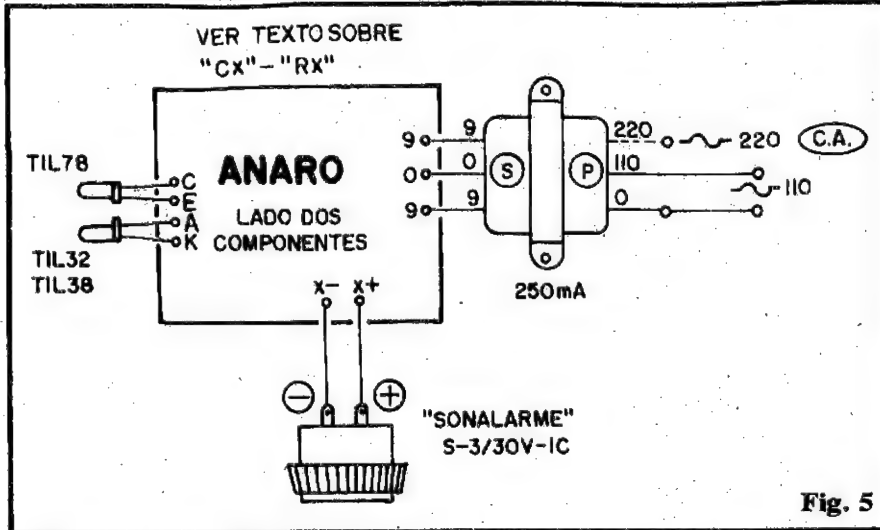

Fig. 5
- **FIG. 5 - CONEXÕES EXTERNAS À PLACA** - São poucas, mas muito importantes, as ligações e componentes que ficam fora da superfície principal do Circuito Impresso. Na figura, a placa ainda é vista pelo lado não cobreado (dos componentes...), igualzinho ocorreria na figura anterior. Atenção às ligações do secundário do transformador de força (notar que o primário foi deixado "em aberto", de modo que o usuário possa adequar as conexões à rede de 110 ou de 220V...). As conexões ao buzzer devem obedecer à polaridade dos terminais, que são nitidamente
- Na sua disposição final, o foto-emissor e o foto-receptor devem ficar lado a lado, guardando o espaçamento natural que as posições das ilhas - na placa - lhes outorgam (ver fig. 5), bem alinhados e "paralelados", com suas "cabeças" guardando idêntico afastamento com relação à placa... **Exatamente** à frente de cada um dos componentes (já imaginando o conjunto **dentro** da caixa final...) deve existir um pequeno furo, com diâmetro um pouco maior do que o mostrado pelo próprio componente. Tanto o TIL32 (TIL38) quanto o TIL78 (este já dotado do tubo/filtro) devem ficar bem "encostados" aos respectivos furinhos, de modo que a superfície interna da caixa, em torno dos furos, não possa agir como blindagem ou como "espelho" para o feixe de infravermelho (o que reduziria o rendimento ótico do conjunto, o que mesmo interferiria muito com seu funcionamento).